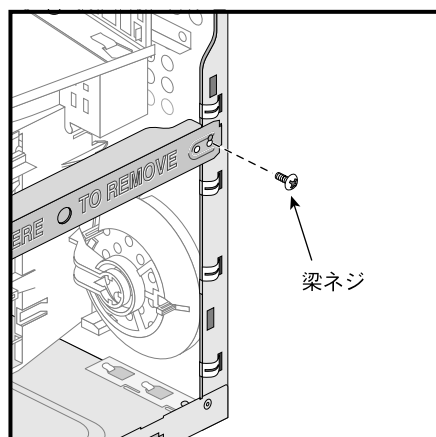

図2-7 梁ネジの取り付け
4. 梁に梁ネジを取り付けます。図 2-7 にネジの位置を示します。